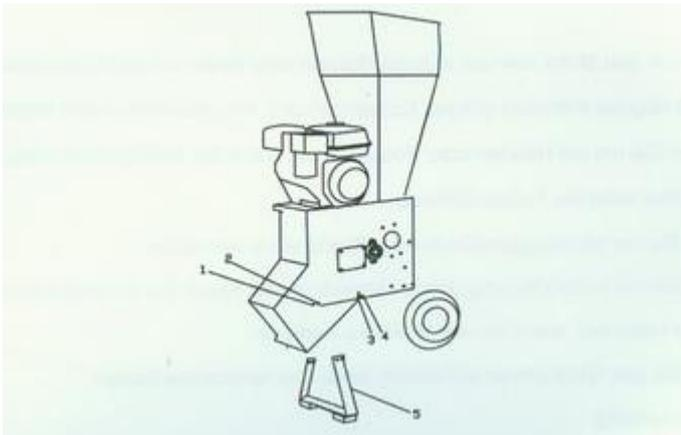

Bild 2
2. Montage des vorderen Fußgestells. Siehe Bild 2